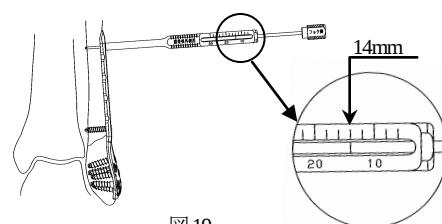

図 19
18) ドリルスリーブを取り外し、腓骨後側用デプスゲージの先端フックを対側皮質に引っ掛け、スケールを読み取ります。(図 19)